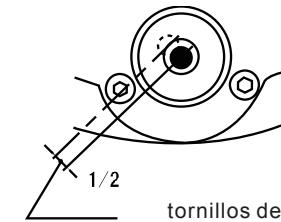

Fig.11
- (II) Se usa una llave ajuste los tornillos de burbuja para mover la burbuja al centro. (Fig. 11)